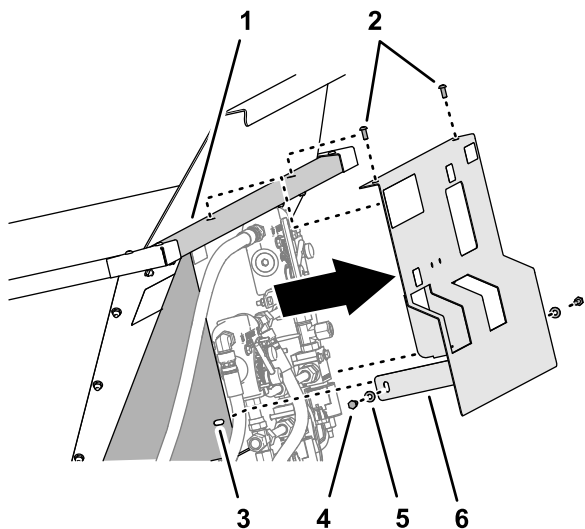

Figura 17
1. Rimuovete i 2 bulloni senza dado e le 2 rondelle che assicurano la protezione idraulica al supporto della valvola del topdresser (Figura 17).
2. Rimuovete le 2 viti a testa tonda che assicurano la protezione idraulica alla parete anteriore della tramoggia e rimuovete la protezione (Figura 17).